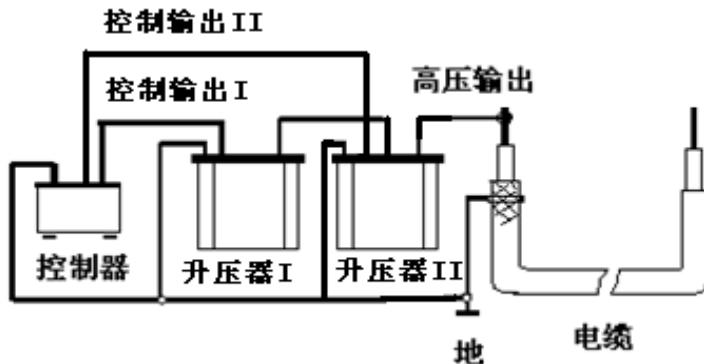

图 9 单相测量连线图
- 6、用随机附带的专用柔性连接电缆将试验设备与试品电缆按图 9 所示的方法相连接。合上电源，设定好试验频率、时间和电压以及高压侧的过流保护值、过压保护值，然后开始升压试验。升压过程应密切监视高压回路，监听试品电缆是否有异常响声。升至试验电压时，即开始记录试验时间并读取试验电压值。